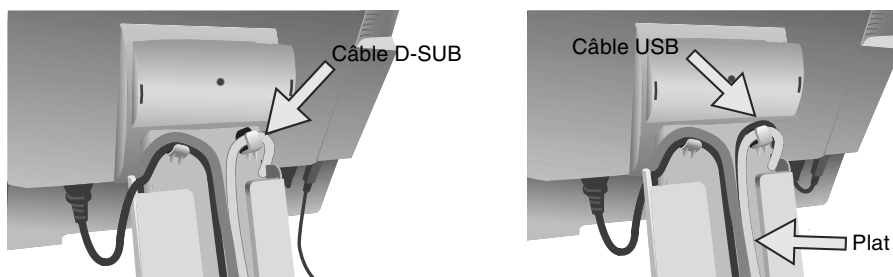

Figure C.3
8. Assurez-vous que tous les câbles reposent à plat contre le support (**Figure C.3**).